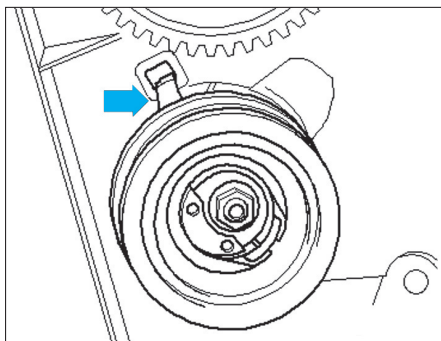

Fig. 15
- Veiller au bon positionnement du galet-tendeur dans la protection arrière de courroie crantée (flèche) (Fig.15).